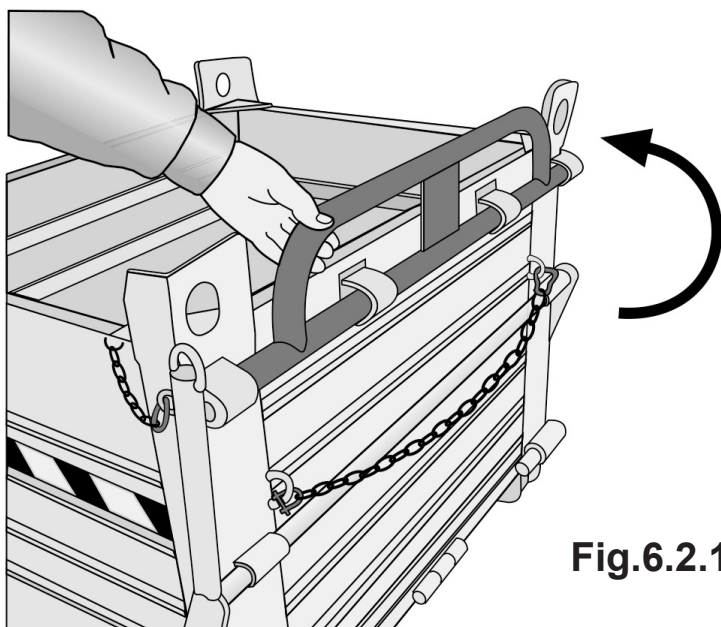

Fig.6.2.1 Sollevare le maniglie di inforcazione
- 6.2.1 Sollevare le maniglie di inforcazione (**fig. 6.2.1**).
- 6. 2.1 Raise the forking handles (**fig. 6.2.1**)